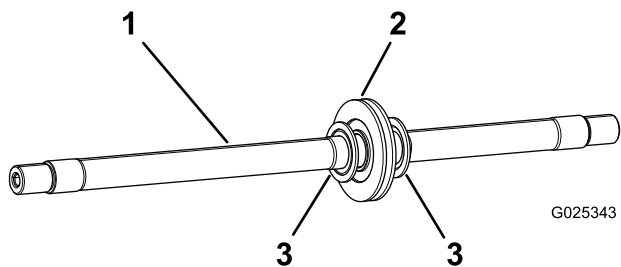

Bild 6
- Bauen Sie am etwas größeren Bereich der Achse eine Distanzscheibe ein, wo die 2 Walzenrohre aufeinandertreffen (Bild 6).
- 2. Bauen Sie auf beiden Seiten der Distanzscheibe ein Flockfaser-Lagerschild ein (Bild 6).